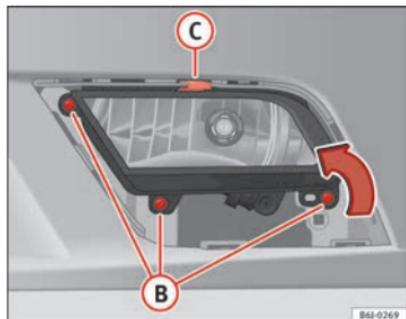

Fig. 167 Faro antiniebla
- Retire los tornillos (3x) ⇒ fig. 167 **B** para extraer el faro antiniebla.
- Retire la grapa metálica situada en la parte superior del faro antiniebla tirando hacia el exterior del vehículo ⇒ fig. 167 **C**. ■